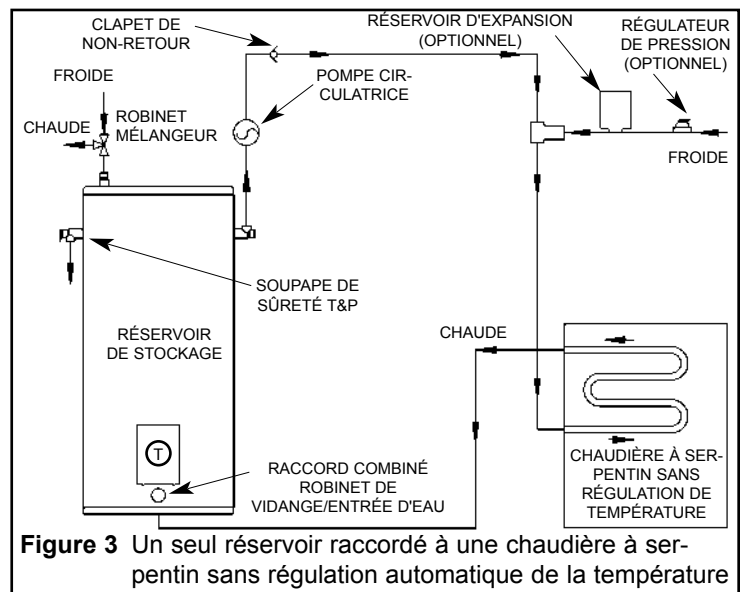

Figure 3 Un seul réservoir raccordé à une chaudière à serpentin sans régulation automatique de la température
stockage à une chaudière, il est recommandé de suivre le schéma de montage de la Figure 3. Dans une telle installation, où seul le différentiel de température entre l'entrée et la sortie de la chaudière est contrôlé, il est nécessaire de réchauffer l'eau froide qui s'amène dans le système avec de l'eau chaude provenant du réservoir de stockage. Veuillez contacter votre fournisseur local de produits de plomberie pour tout conseil concernant l'installation du réservoir de stockage dans une configuration différente (source de chaleur ou système de régulation) de celles proposées dans le présent manuel.
4. Dans le cas d'un raccordement à une chaudière, vissez le raccord combiné robinet de vidange/entrée d'eau sur le raccord inférieur du réservoir de stockage. Par la suite, raccordez l'orifice d'entrée du raccord combiné robinet de vidange/entrée d'eau, à la sortie d'eau chaude de la chaudière. Dans une telle configuration, il faudra raccorder, à l'aide d'un té, la canalisation d'alimentation en eau froide du système et la canalisation provenant du réservoir de stockage (sur laquelle se trouvera la pompe circulatrice), à la canalisation d'entrée de la chaudière. Enfin, installez la pompe circulatrice sur la canalisation provenant du raccord latéral supérieur du réservoir de stockage (voir Figure 3).